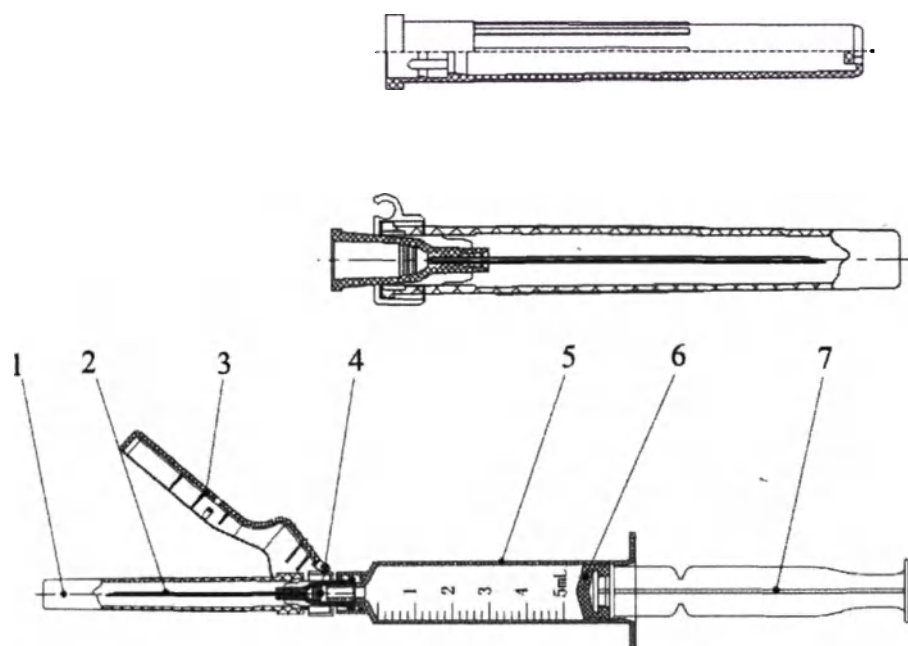

Рисунок 2.
2) Игла инъекционная однократного применения безопасная: оснащена специальным механизмом блокировки иглы и помогает защитить персонал от случайного укола. Безопасность инъекций также обеспечивается ориентацией среза иглы вверх безопасным чехлом, откинутом вправо на 90 градусов (рис. 2).